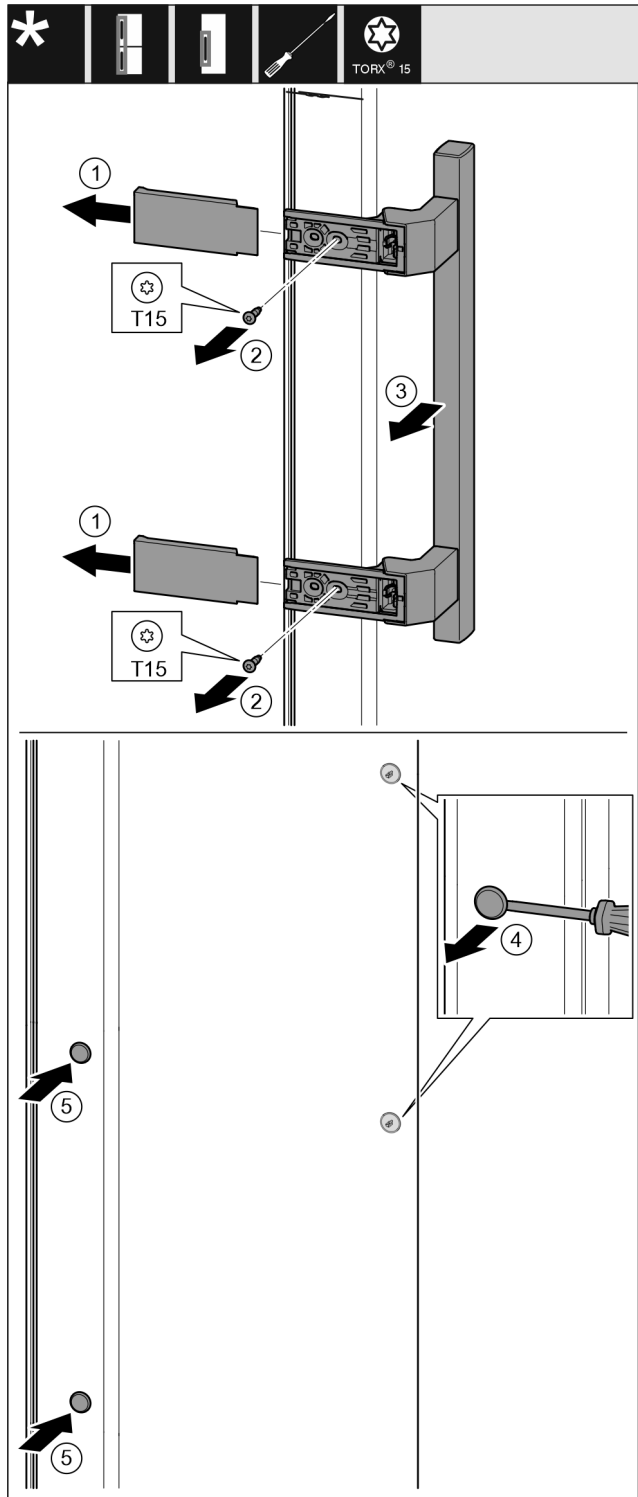

Fig. 11
- ▶ Stiahnite kryt. Fig. 11 (1)
- ▶ Skrutkovačom Torx 15 vyskrutkujte skrutky. Fig. 11 (2)
- ▶ Odoberte držadlo. Fig. 11 (3)
- ▶ Plochým skrutkovačom opatrne nadvihnite a vyberte bočnú zátku. Fig. 11 (4)
- ▶ Zátku opäť nasadte na druhú stranu. Fig. 11 (5)